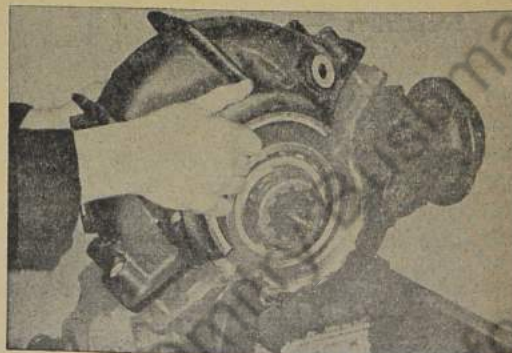

Bild 626: Gehäusedeckel abheben
5. Sechskantmutter für den Gehäusedeckel ganz abschrauben und Deckel abnehmen (Bild 626) (10 Muttern, Federringe).